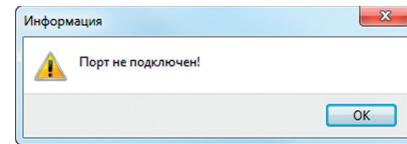

Рис. 2
8. Добавьте в программу процедуру TForm1.OpenCOMPort, которая в случае отсутствия подключённого АЦП будет выдавать сообщение, показанное на рис. 2.